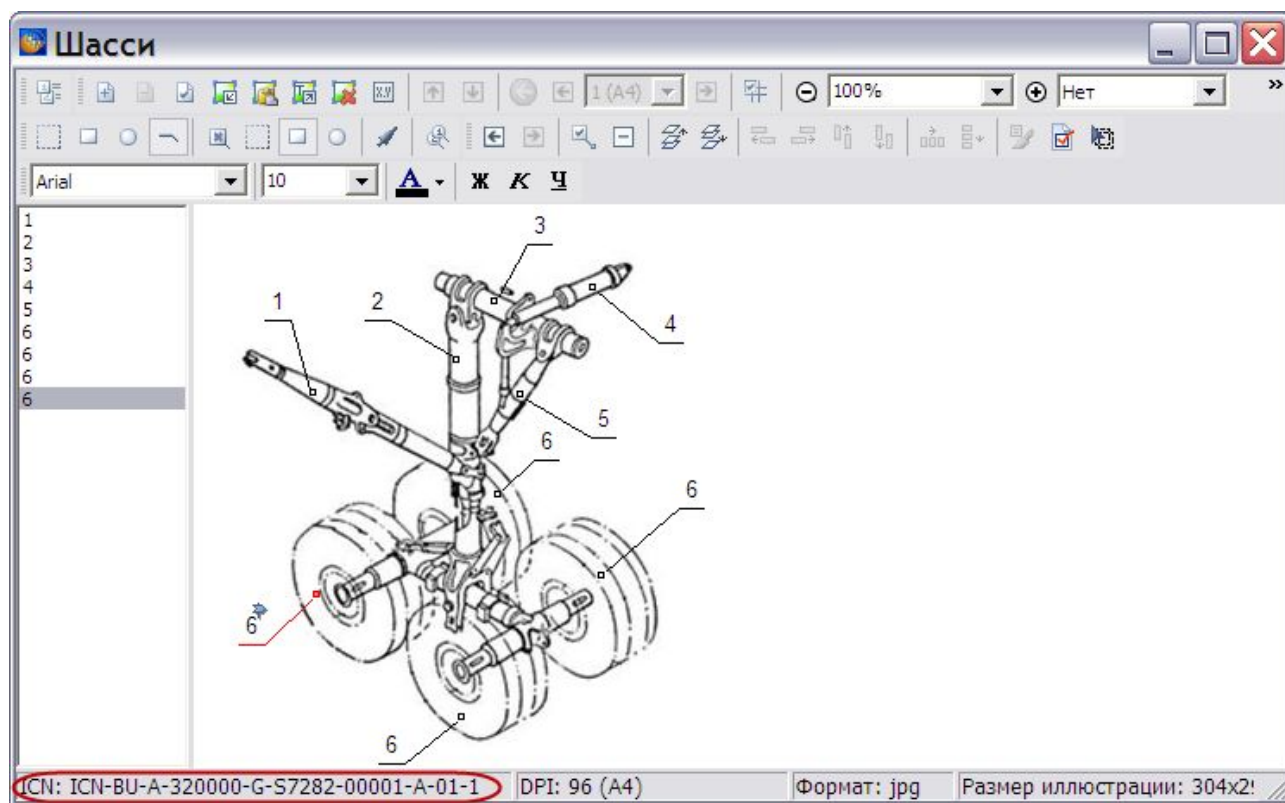

Рис. 3.167
9. Если установлен флаг **Дополнительное поле для номера иллюстрации**, то номер иллюстрации будет виден под иллюстрацией. Если флаг сброшен, то номер иллюстрации будет виден на самой иллюстрации. Кроме того, номер, введенный в поле **Контрольный номер иллюстрации**, будет виден в левом нижнем углу окна редактора иллюстраций (Рис. 3.167).